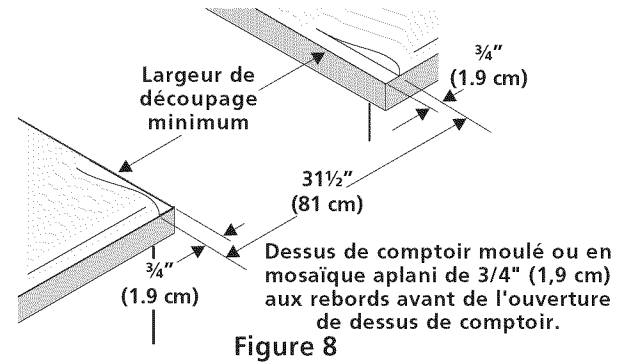

Figure 8
- Il est possible qu'il soit nécessaire d'araser de 3/4" (1,9 cm) les dessus de **comptoir en mosaïque** à chaque coin avant et/ou d'aplanir le rebord arrondi (Figure 8).
- Les dessus de comptoir au **rebord avant moulé** doivent être aplanis de 3/4" (1,9 cm) à chaque coin avant de l'ouverture (Figure 8).